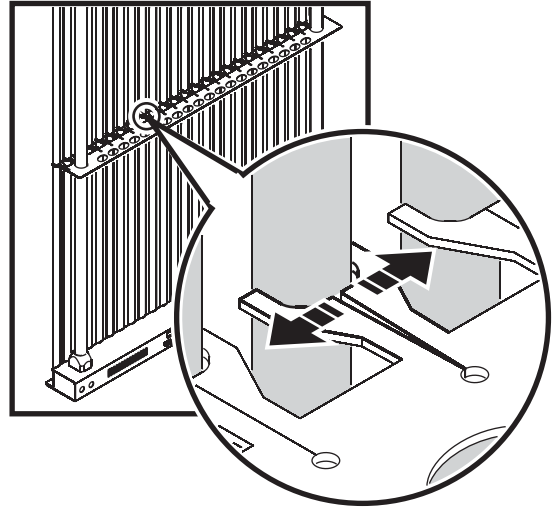

Figura 19: Desensamblaje de un tubo LED
2. Observar la Figura 19. Insertar un destornillador plano en la ranura de las piezas de plástico transparentes situadas inmediatamente detrás del tubo que se quiera sustituir. Balancear muy suavemente el destornillador hasta que se pueda extraer el tubo de su guía tirando de él.